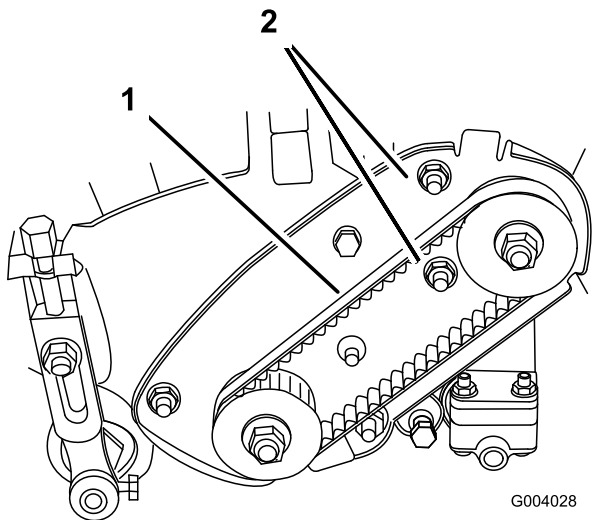

Figura 32
A. Allentate i dadi di montaggio della sede del cuscinetto (Figura 32).
- C. Serrate i dadi di montaggio della sede del cuscinetto (Figura 32). Non tendete eccessivamente la cinghia.